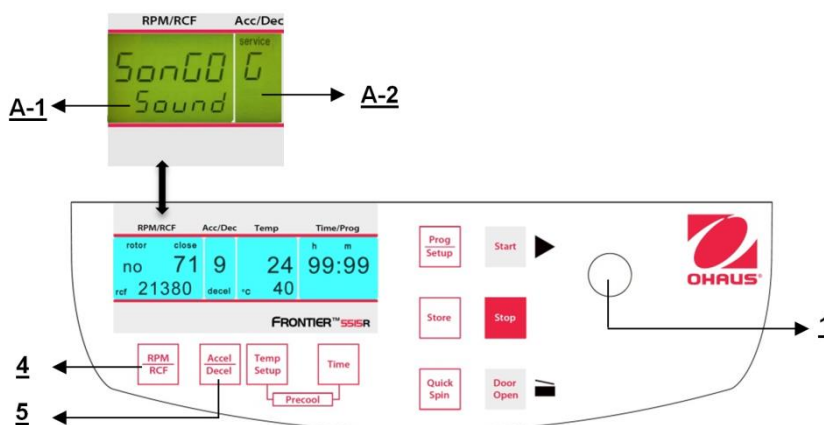

Figure. 35
Poursuivre conformément à la description du paragraphe 4.1.2 pour entrer dans ce mode de programme et appuyer ensuite sur la touche "**Accel/Decel**" (5). Sur l'affichage "**Acc/Dec**" (A-2), le mot "**Service**" clignote. Sélectionner maintenant la lettre "**G**" avec le bouton de réglage (1). Ceci entraîne l'apparition des mots "**SonGo/Sound**" sur l'affichage "**RPM | RCF**" (A-1). Après avoir appuyé sur la touche "**RPM | RCF**" (4), il est possible de sélectionner une sonorité avec le bouton de réglage (1). (voir la figure 35) Après avoir mémorisé les réglages (voir 4.1.2), vous pouvez revenir au mode de programmation normale en mettant hors tension la centrifugeuse pendant un court moment.